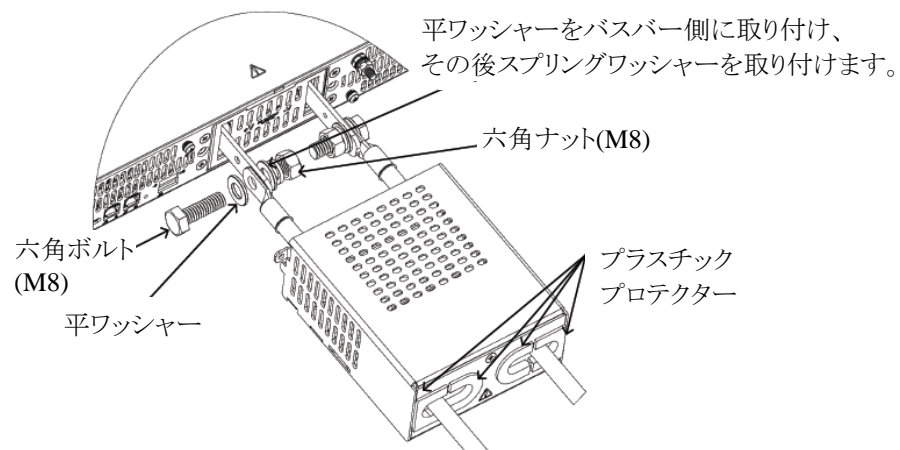

図4-38 負荷線の接続方法
2. 図4-38に示すように負荷線をバスバーに固定し、出力端子カバーを組み立てます。